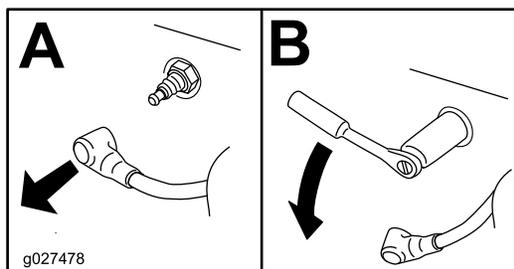

Figura 42
3. Togliete la candela (Figura 42).